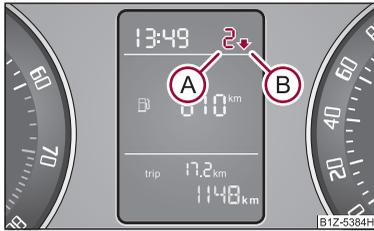

Fig. 17 Recommandation de manoeuvre pour le changement de rapport
Une information concernant le rapport enclenché (A) ⇒ fig. 17 est affiché sur le visuel du combiné d'instruments.